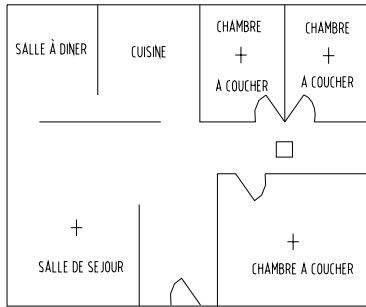
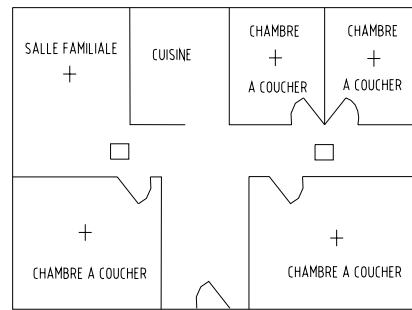

Figure 2
Figure 3
- Placez un avertisseur de fumée dans le hall à l'extérieur de chaque zone de chambres à coucher. *Voir figure 2.* Deux avertisseurs sont requis dans les maisons ayant deux zones de chambres à coucher. *Voir figure 3.*